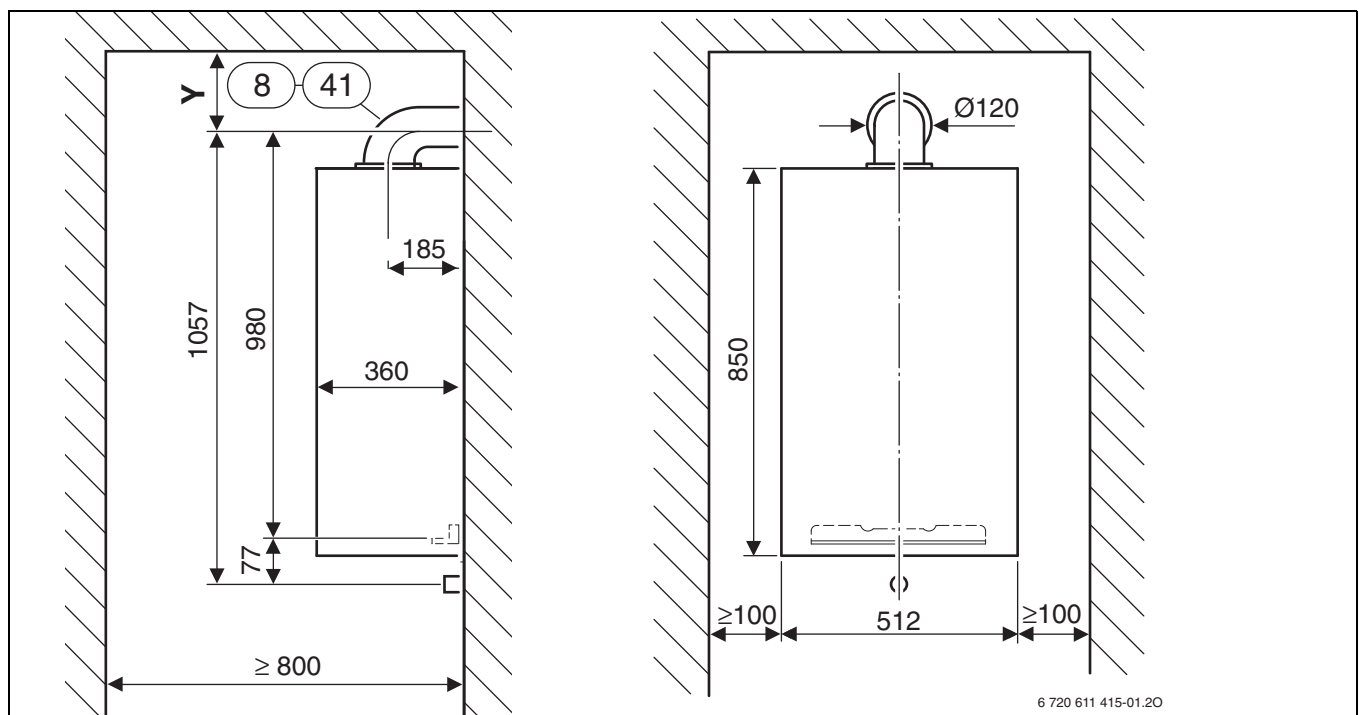

Bild 1
4.1.1 Gas-Heizgeräte ohne Speicher (Bild 1)
Legende zu Bild 1 und 2: